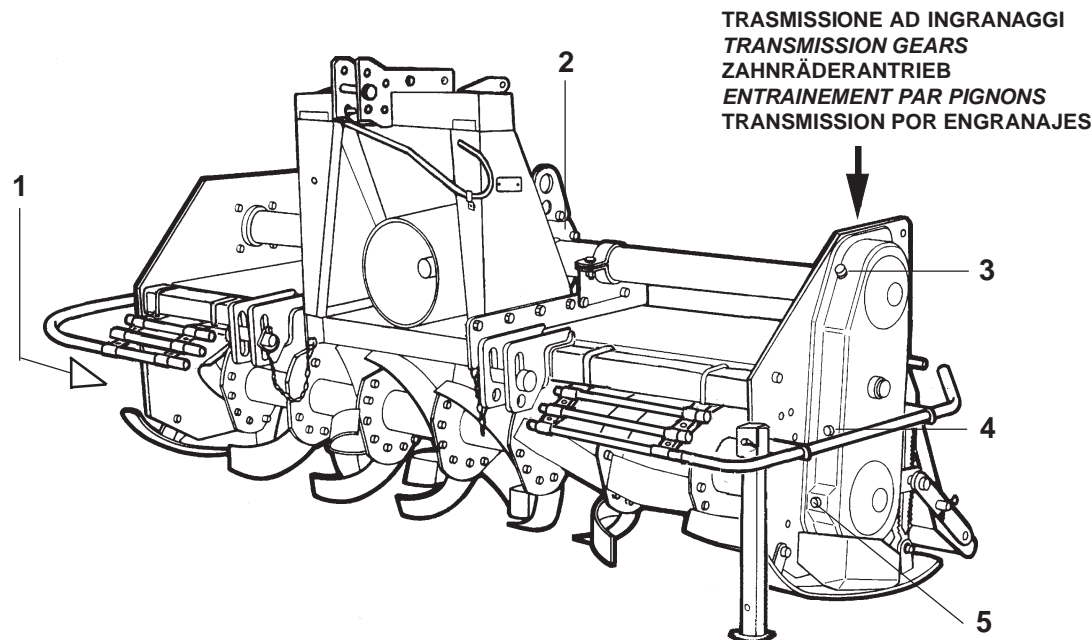

Fig. 33
- *Contrôlez le niveau de l'huile dans la boîte de vitesse. Si nécessaire, rajouter de l'huile jusqu'au cran sur la jauge (2 Fig. 33).*
- *Entrainement latéral par pignons: contrôlez le niveau de l'huile dans le carter latéral de la transmission en dévissant le bouchon de niveau (4 Fig. 33) et vérifiant si l'huile sort. Si nécessaire rajouter de l'huile par le bouchon de remplissage (3 Fig. 33) jusqu'à ce qu'elle sorte par le bouchon de niveau.*
- *Vidangez entièrement l'huile du boîte de vitesse et du carter de transmission à travers le bouchon de vidange qui se trouve sous la boîte du réducteur (2 Fig. 33) et par le bouchon de vidange de la transmission (4 Fig. 33).*
- Engrasar los ejes del rotor (1 Fig. 33).
- Controlar el nivel de aceite en la caja de cambio, eventualmente rellenar hasta la muesca de nivel presente en la varilla (2 Fig. 33).
- Transmisión lateral por engranajes: controlar el nivel de aceite en el carter lateral de la transmisión, desroscando el tapón de nivel (4 Fig. 33) y controlando que salga el aceite. Eventualmente agregar aceite a través del tapón de llenado (3 Fig. 33), hasta que veamos que sale por el tapón de nivel.
- Efectuar el cambio completo del aceite, tanto la caja de cambio como también del carter de transmisión, descargando completamente el aceite del tapón de descarga presente debajo de la caja del reductor (3 Fig. 33) y del tapón de descarga transmisión (4 Fig. 33).